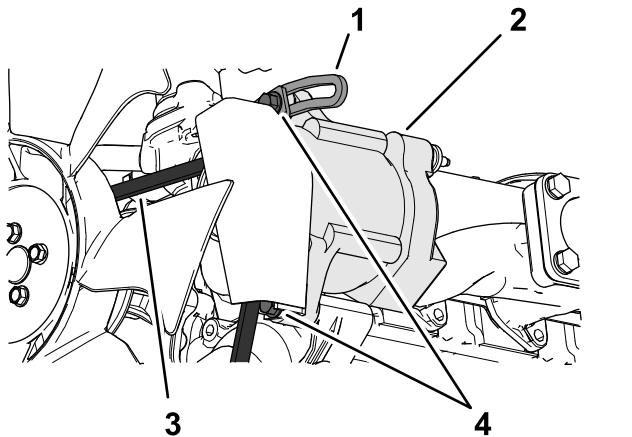

Figure 96
3. Desserrez le boulon au point de pivot de l'alternateur; desserrez le boulon qui fixe l'alternateur au renfort fendu (**Figure 96**).